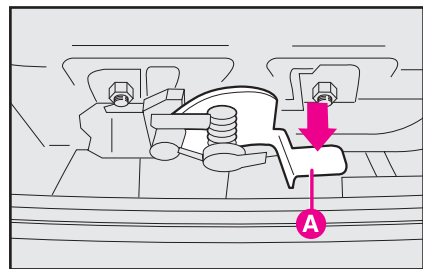

fig. 134
3) Premere sul dispositivo di sicurezza **A**-fig. 134, come indicato in figura.